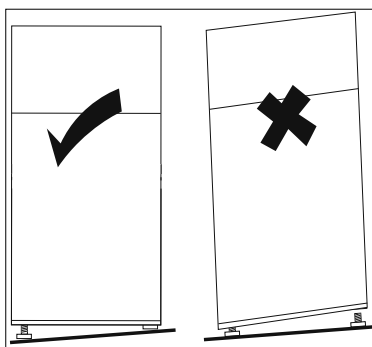

Fig. 16
- ▶ Nivele el aparato y compense las irregularidades del suelo ajustando las patas roscadas (5) (véase la **fig. 16**). Gire en el sentido horario para desenroscar las patas y en el sentido antihorario para enroscarlas.